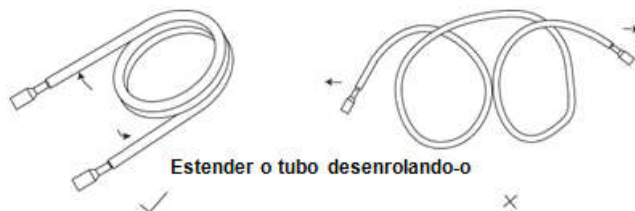

Fig. 12
- (1) Corte o tubo de conexão com o cortador de tubo e remova as rebarbas.
- (2) Segure o tubo virado para baixo para evitar que as aparas entrem no tubo.
(3) Remova as porcas de conexão na válvula de bloqueio da unidade externa e no interior do saco acessório da unidade interna, então, insira-as no tubo de conexão. Faça a flange no tubo usando uma ferramenta de adequadas.
(4) Verifique se a parte alargada está uniforme e se não há rachaduras (ver Fig.12).